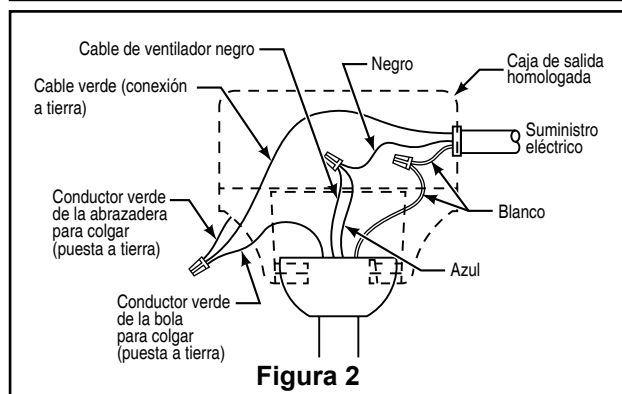

Figura 2
Uso de perfil profundo (Figura 2)
2. Retire el clip de horquilla y pasador de horquilla de la parte inferior de la bola para colgar. Retener el pasador y clip para la reinstalación en el paso 4. (Figura 2)
Debe colgar el ventilador a una distancia mínima de 2,13 m desde las aspas hasta el piso. (Figura 2)
1. Conecte el conductor verde con conexión a tierra de la bola para colgar y el conductor verde con conexión a tierra de la abrazadera para colgar al conductor de suministro con conexión a tierra (posiblemente un conductor desnudo o un cable con aislante verde). Conecte los cables a los conectores provistos de forma segura. Conecte el conductor blanco. (Figura 2)
2. provistos de forma segura. Conecte el conductor blanco del motor del ventilador al conductor blanco (neutro) mediante el conector provisto de forma segura. Conecte el conductor negro del motor del ventilador y el conector azul al conductor negro mediante el conector provisto de forma segura. (Figura 2)
2. Coloque y ajuste firmemente la cubierta para el tornillo de la base sobre los tornillos de reborde de la abrazadera para colgar mediante el mecanismo de seguro por giro del chavetero. (Figura 2)
2. Coloque el aspa sobre el soporte de aspas con los pilotes roscados a la vista. Asegúrese de que la parte inferior del aspa se encuentre bien apoyada sobre el soporte. Con un destornillador Phillips, fije los tornillos de cabeza de 3/16"-24 con arandela de fibra para asegurar la placa en el brazo de sujeción de las palas. (Figura 2)
- 2.** Extraiga uno de los tres tornillos del soporte colgant. Afloje ligeramente los dos tornillos restantes. Instale la cubierta del adaptador en el soporte de la cubierta usando las dos ranuras claves de la cubierta del adaptador del interruptor. Vuelva a colocar el tercer tornillo y fije los tres tornillos adecuadamente. (Figura 2)